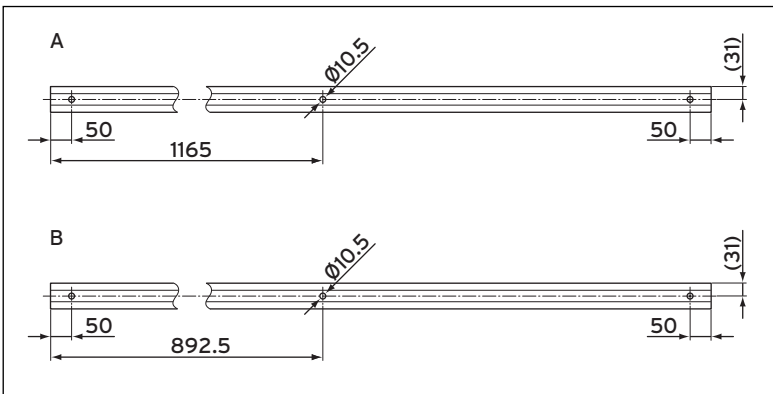

Abb. 7.6 Bodenschiene
- Halten Sie sich beim Bohren der Löcher auf der Dachfläche an die Abstände der Löcher in der Bodenschiene (→ **Abb. 7.6**). Zeichnung **A** gilt für vertikale Kollektoren und Zeichnung **B** für horizontale Kollektoren.